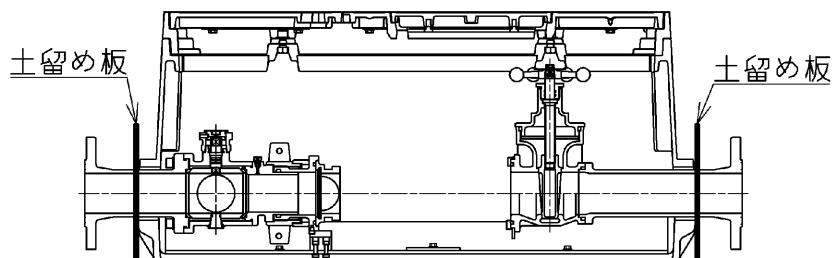

図3
- 内部への土砂浸入を防ぐため、土留め板を取り付けて下さい（図3）。付属の土留め板を使用しない場合は、別途土砂の浸入を防ぐための養生を行ってください。